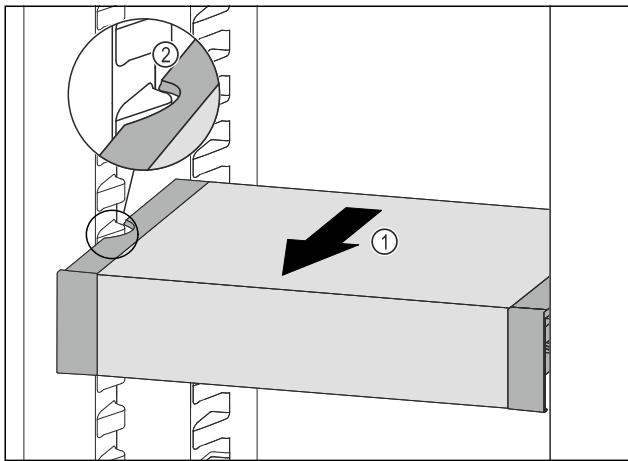

Fig. 72
- Потягнути VarioSafe вперед Fig. 72 (1), поки бокові заглиблення VarioSafe не опиняться на рівні ребра для резервуара в охолоджувальному відділенні. Fig. 72 (2)